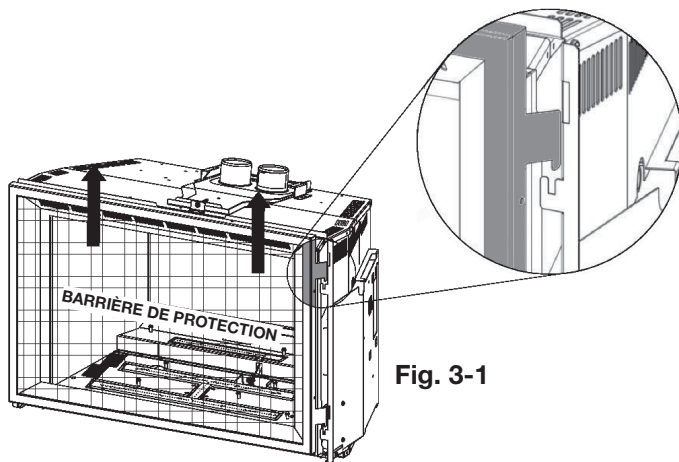

Fig. 3-1
1. Avant d'enlever la porte vitrée, la barrière de protection doit être enlever. Soulevez la barrière de protection hors des 4 goupilles et enlevez de l'appareil (**Fig. 3-1 et 3-2**).